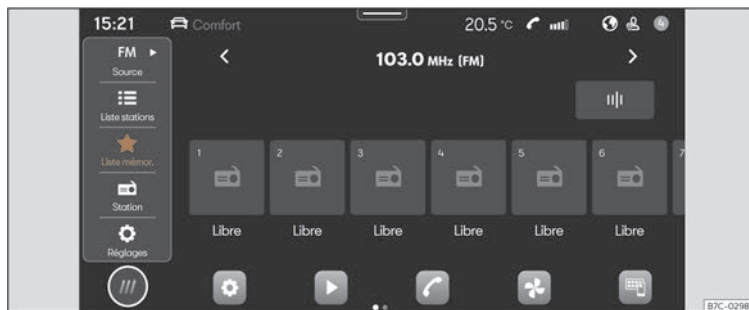

**Fig. 129** Représentation schématique : Vue Radio
- Appuyez sur **HOME** > >>> **fig. 129**.